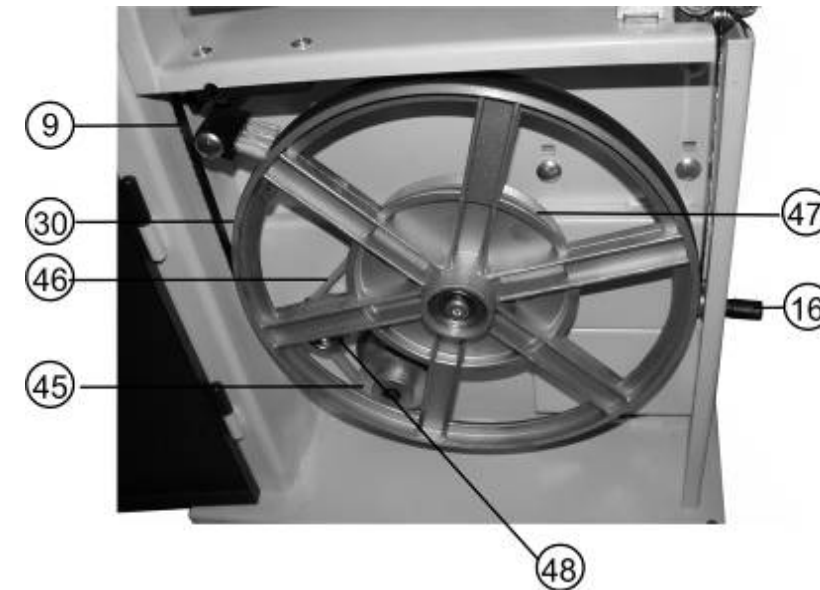

Рис. 14
11.7. Изменение скорости движения пильной ленты (Рис. 14, 15)
11.8.4. Соблюдая меры предосторожности (наденьте перчатки), снимите пильную ленту (9), Рис. 14.